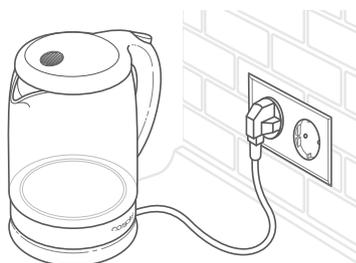

Fig. 2.2
3. Chiudere il coperchio, posizionare il bollitore sulla base di alimentazione e inserire la spina nella presa di corrente. [Fig. 2.2]